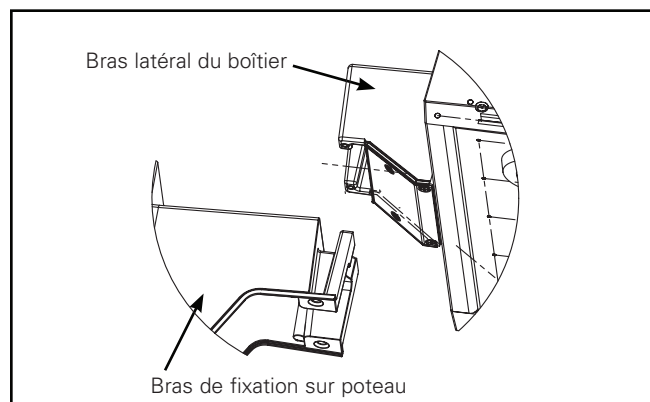

Figure 3.
3. Glissez le luminaire sur le bras de montage sur poteau. Pour les bras de montage QM et QMEA : Serrez la vis à tête cruciforme centrale à un couple de 2,3 Nm (20 po-lb). Pour le bras QML : Installez les (3) vis 1/4-20 x 1,25 po et serrez à un couple de 108,47 Nm (80 pi-lb), en serrant d'abord la vis centrale. (Figure 3)